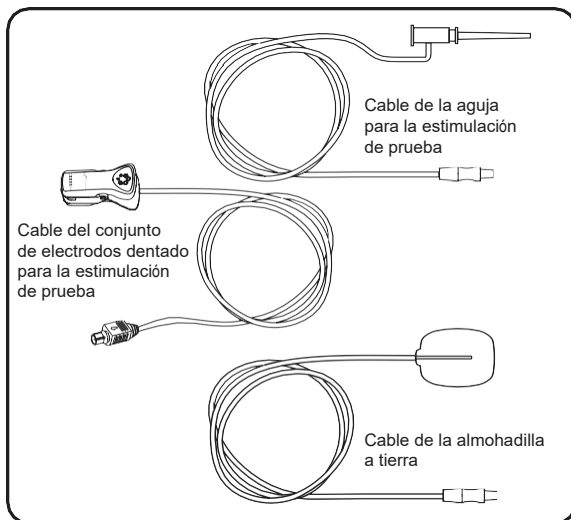

Figura 2: Cables para la implantación del conjunto de electrodos.
- Cable del conjunto de electrodos dentado para la estimulación de prueba (Figura 2)
- Cable de la aguja para la estimulación de prueba (Figura 2)